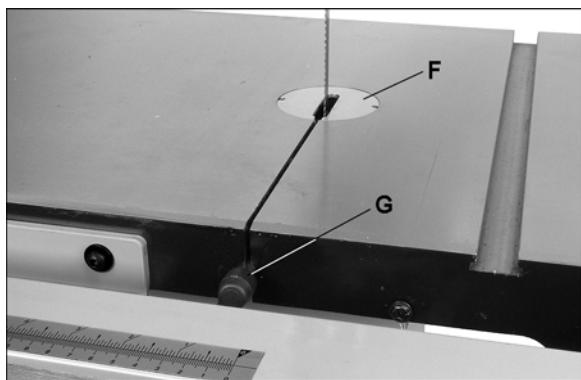

Рис. 18.
См. Рис. 18.
- Снимите вставку стола (F, Рис. 18).
- Извлеките штифт стола (G).